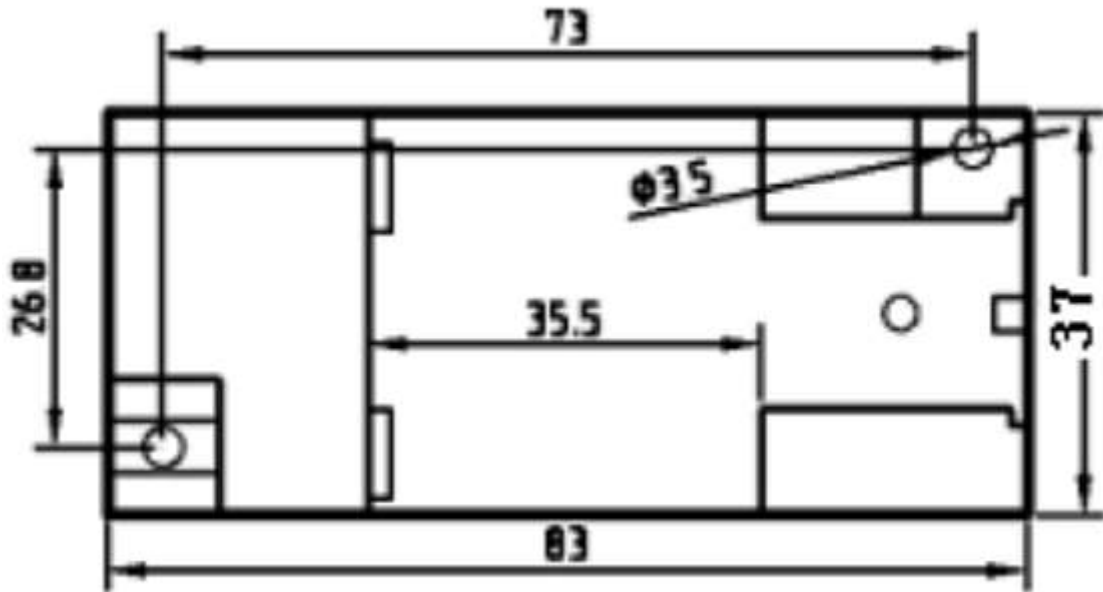

图 6 安装尺寸图
- ① 把变送器固定卡槽一侧勾在安装导轨上；
- ② 向下牵动弹簧销；
- ③ 使变送器卡口套在安装导轨上；
- ④ 松开弹簧销，变送器卡在安装导轨上。
- ① 按图 6 所示的螺孔位置在固定板上打直径为 4mm 孔；
- ② 使用小于 $\Phi 3.5$ 的螺钉插入孔中固定。